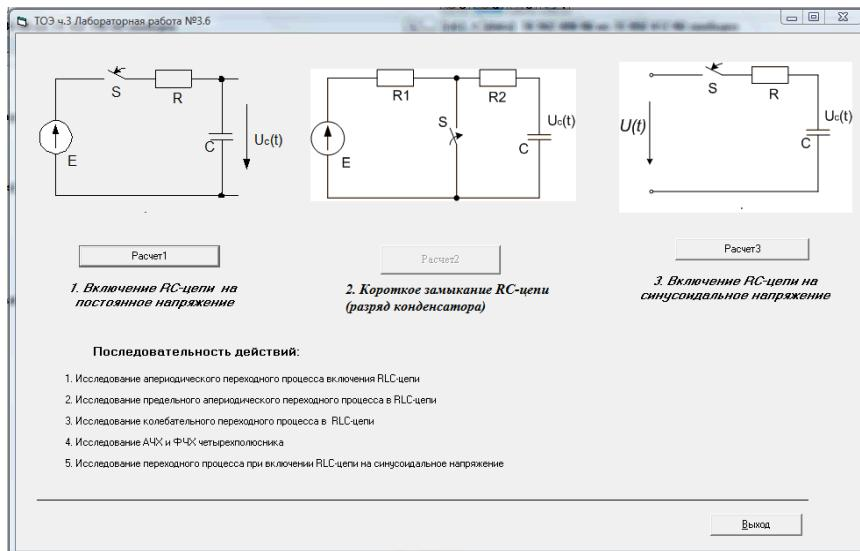

Рисунок 1 – Окно выбора схем
2.4. Нажать кнопку «Расчет1» (рисунок 1) и в появившихся полях для ввода данных (рисунок) задать напряжение источника и параметров цепи (указывается преподавателем).